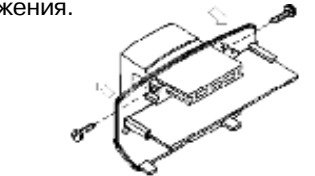

Рис. 6.14
4. Фиксация положения основания на кронштейне осуществляется с помощью винтов (рис. 6.14).